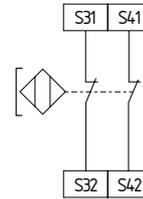

Fig. 6
- Fig. 6: fin de course à droite, agissant partiellement sur le niveau de déclenchement 2 (sorties actives 33-34, 43-44)